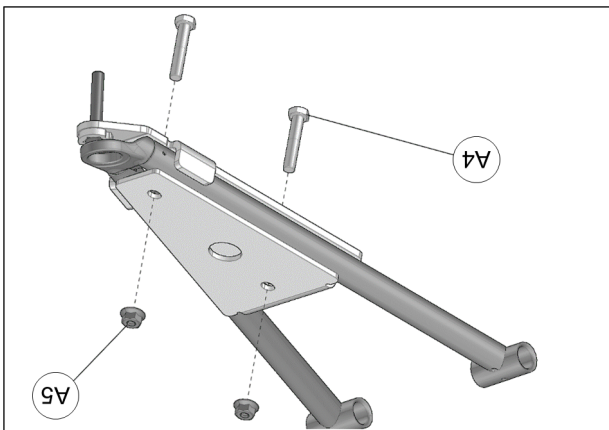

Fig. 19
6. Insérer les boulons M10x55mm (A4) par le dessous de l'ancrage. Assembler les deux parties avec les écrous (A5) fournis. Serrer l'assemblage à un couple de 50 N•m [37 lb•pi]. Voir la Fig. 19